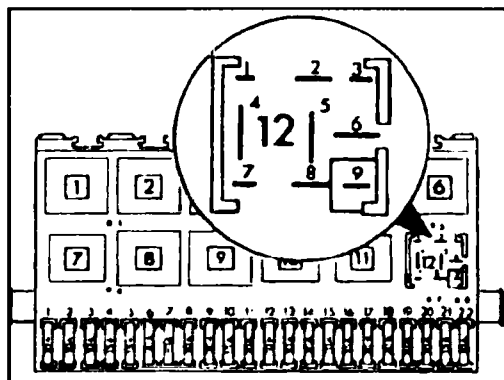

Рис. 4.26 Расположение реле и предохранителя топливного насоса
- ◆ Выньте реле топливного насоса из панели (место № 12) (см. рис. 4.26).
- ◆ С помощью контрольной лампы проверьте наличие напряжения на контактах (6), (2), между контактами (6) и (4).